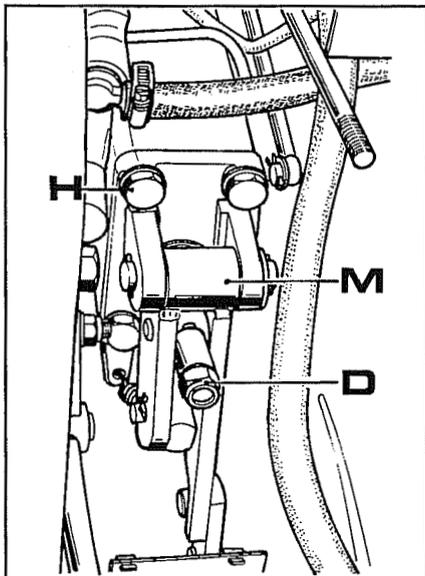

Fig. 10
- 2 Enlever l'écrou **D** fig.10, puis enlever le renvoi **M** en dévissant les vis **H**.